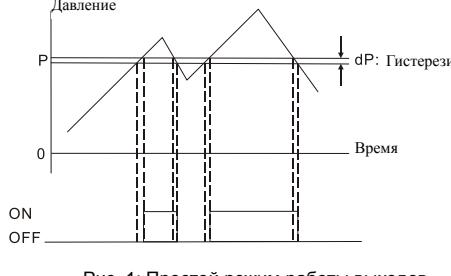

Рис. 1: Простой режим работы выходов
- Простой режим.** При заданном давлении P, когда измеренное давление превысит (P + dP), выход включается (ON), а когда давление станет меньше P, выход выключается (OFF). См. рис.1.